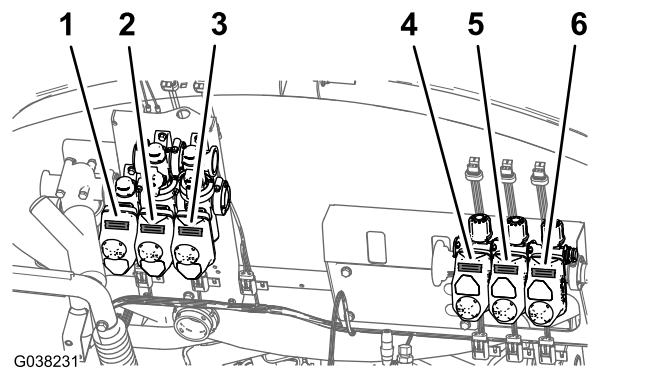

Figura 51
1. Con dei pezzi di nastro adesivo, indicate la posizione dell'attuatore (o attuatori) delle valvole, come illustrato nella Figura 51.
- Allineate l'attuatore della valvola che avete individuato nel passaggio 1 di Rimozione degli attuatori delle valvole (pagina 26) con la posizione della valvola del collettore illustrata nella Figura 51.